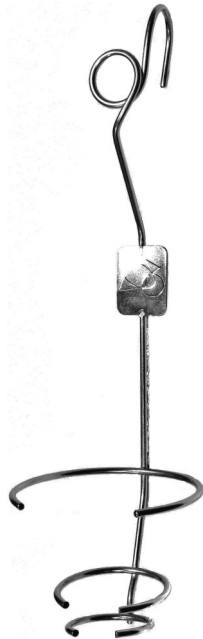

Abbildung 2:
- Infusionsflaschenhalter [Abb. 2] (insbesondere zur Fixierung von Adsorber-Clustern [Abb. 4], gehört zur Standardausrüstung in der Klinik)